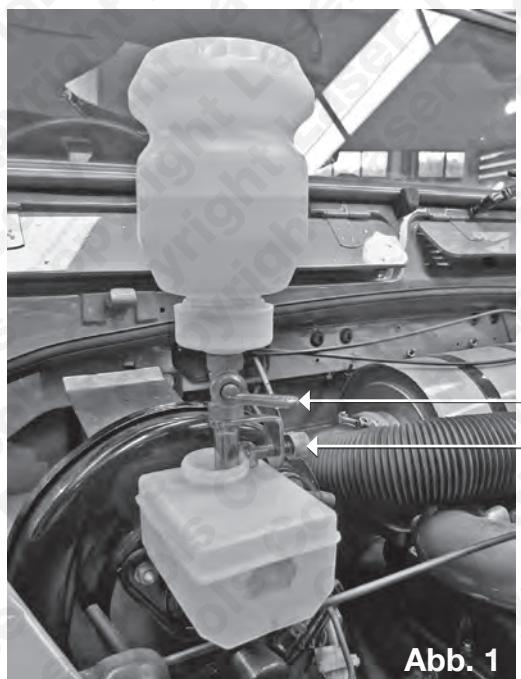
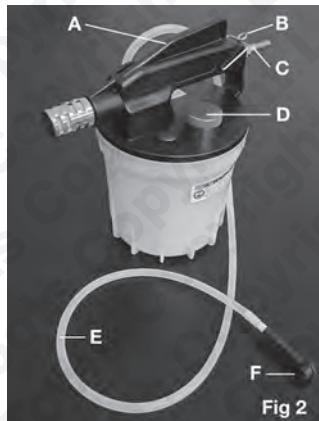

Abb. 1
Fig 2
2. Siehe **Abbildung 1**: Sicherstellen, dass sich das Messing-Absperrventil (1) in horizontaler (geschlossener) Position befindet.
3. Nachfüllflasche umdrehen und dann auf den Vorratsbehälter des Brems- oder Kupplungsgeberzylinders klemmen (2).
2. Siehe **Abbildung 2**: Entlüftungsschlauch und Adapter (F) mit dem zu entlüftenden Bremsnippel verbinden.
3. Druckluftschlauch an Druckluftzufuhr (C) anschließen.
4. Messing-Absperrventil an der Nachfüllflasche öffnen (**Abbildung 1**).
6. Luftzufuhrgriff (A) herunterdrücken und falls erforderlich mit der Klemme (B) sichern.
9. Nach Abschluss der Arbeiten den Stöpsel des Absaugbehälters (D) herausziehen und die benutzte Bremsflüssigkeit entleeren und den vor Ort geltenden Vorschriften entsprechend entsorgen.